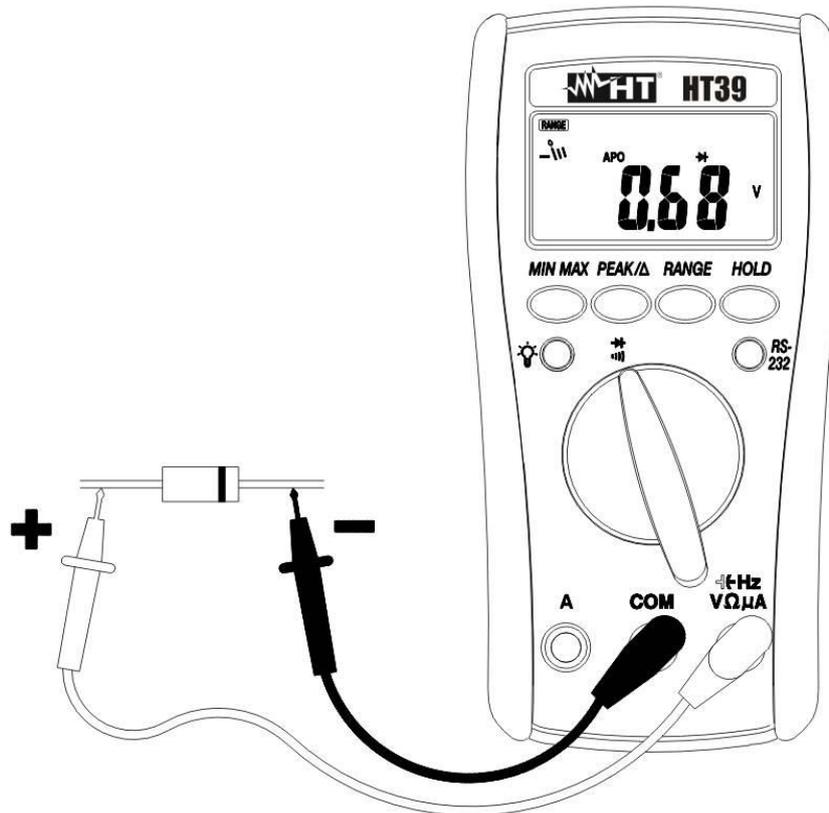

Fig. 9: Prova Diodi e test continuità
2. Inserire il cavo rosso nel terminale di ingresso \rightarrow Hz V Ω μA e il cavo nero nel terminale di ingresso **COM** (vedere la Fig. 9).